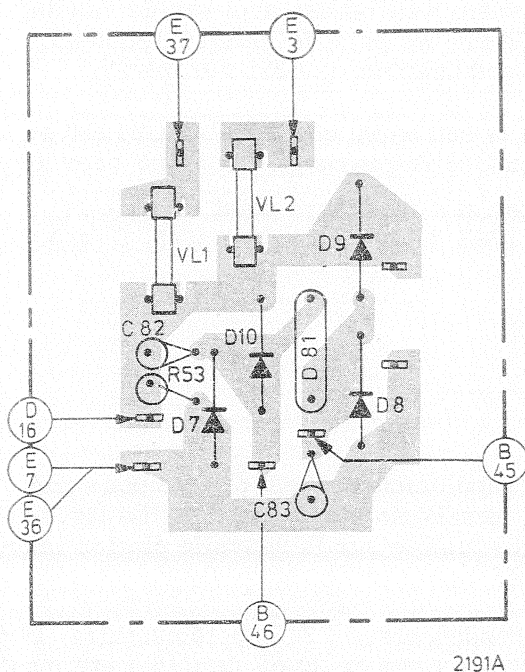

Fig. 1
1. During production, an additional p.c. board, on which part of the supply unit is integrated, has been fitted. The circuit diagram remains unchanged. The new p.c. board is shown in fig.1.
1. Gedurende de produktie is een extra print opgenomen, waarop een deel van de voeding is geïntegreerd. Schematisch verandert er niets. De nieuwe print is in fig.1 getekend. Codenummer smeltveiligheidshouder op nieuwe voedingsprint is 4822 492 60063.
1. Au cours de la production, une platine imprimée supplémentaire est prévue pour une partie d'alimentation. Du point de vue technique, le schéma ne change pas. La fig.1 représente la nouvelle platine imprimée. Le porte-fusible sur la nouvelle platine imprimée d'alimentation porte le no de code 4822 492 60063.
1. Während der Produktion wurde eine zusätzliche Printplatte angebracht, auf der ein Teil der Speisung integriert ist. Schematisch ändert sich nichts. Die neue Print ist aus Abb. 1 ersichtlich.
<p>/00 - PL07 /70 - PL00</p>	<p>These versions have been made suitable for ambiophony (Figs. 1 and 2).</p>
/00 - PL07 /70 - PL00	Geschikt gemaakt voor ambiofonie. (Zie fig. 1 en 2.)